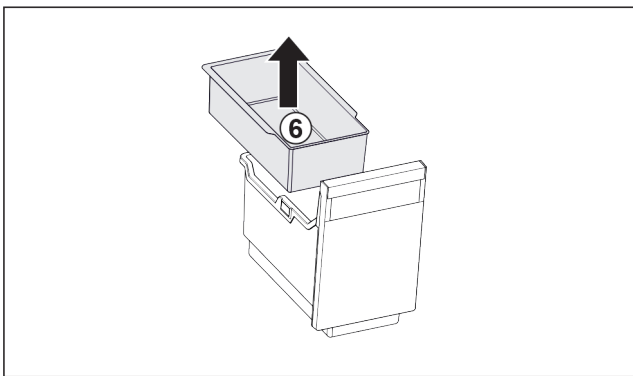

Fig. 85
- ▶ Rimuovere la vaschetta da agganciare Fig. 85 (6).